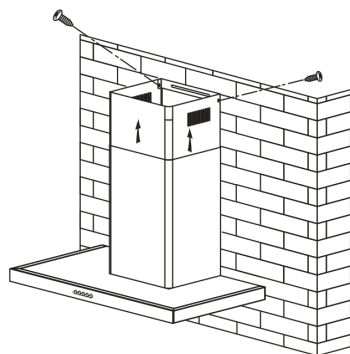

fig. 6
- Levante la chimenea superior hasta el límite máximo y fijela a la horquilla con la ayuda de los tornillos (fig. 6).
- Levante la chimenea superior hasta el límite máximo y la fije a la horquilla con la ayuda de 2 tornillos (fig. 6).